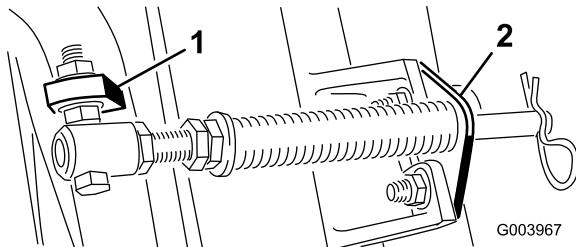

Bild 5
C. Montieren Sie die Schraube des Federrohrs an der anderen Nase am Trägerrahmen und befestigen sie mit der Bundmutter. Der Schraubenkopf zeigt zur Außenseite der Lasche, siehe Bild 5.
- D. Montieren Sie die Stangenhalterung mit den Schlossschrauben und Muttern an den Schneideeinheitnasen (Bild 5).